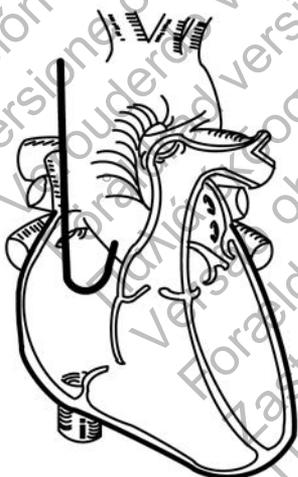

Abbildung 8. Atriale Platzierung
4. Ziehen Sie an der Veneneintrittsstelle vorsichtig an der Elektroden-/Mandrin-Kombination, um sicherzustellen, dass Kontakt zwischen Elektrodenspitze und Endokard besteht. Eine gute Position für die Elektrodenspitze ist das Endokard im Atrium (Abbildung 8 Atriale Platzierung auf Seite 21).